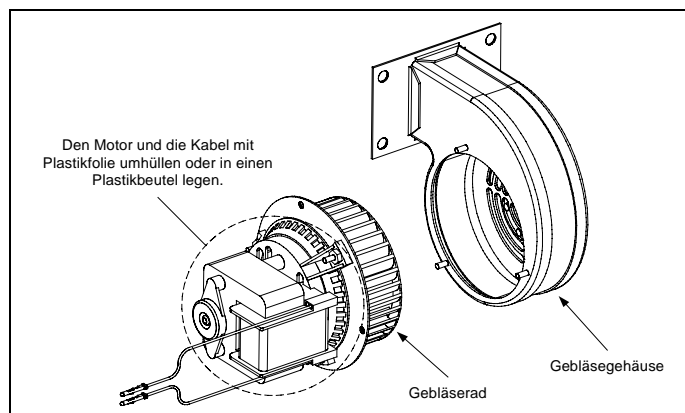

Abbildung 3
- Den Motor mit Plastikfolie umhüllen, damit er nicht nass werden kann. Einen Entfetter oder ein Waschmittel auf das Gebläserad und -gehäuse sprühen. Fünf Minuten lang einwirken lassen. Das Rad und das Gehäuse mit heißem Leitungswasser abspülen und dann mit einem trockenen, sauberen Tuch trocknen. (Siehe Abbildung 3.)